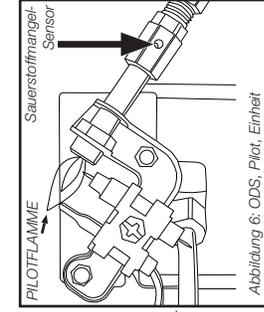

Abbildung 6: ODS, Pilot, Einheit
5. Die vier (4) Brennerbefestigungsschrauben entfernen und die Gasleitung von der Brennereinheit abnehmen. Die Brennereinheit von der Rückseite des Gehäuses entfernen.
7. Die Hauptbrenneröffnungen (in den Öffnungshalter eingefädelt) prüfen und reinigen. Der Öffnungshalter ist mit zwei (2) Schrauben an der Brennereinheit-Venturiröhre angebracht.
8. Den Piloten (an einer Heiterung befestigt) prüfen und mit einem Staubsauger oder Pressluft durch die Löcher im Piloten reinigen; durch Pfeile markiert in Abbildung 6. **WARNUNG:** Zur Reinigung des Piloten, niemals Nadeln, Drähte oder ähnliche zylindrische Objekte verwenden, um eine Beschädigung des kalibrierten Rubin, der die Gasströmung durch die Steueröffnung leitet, zu verhindern.